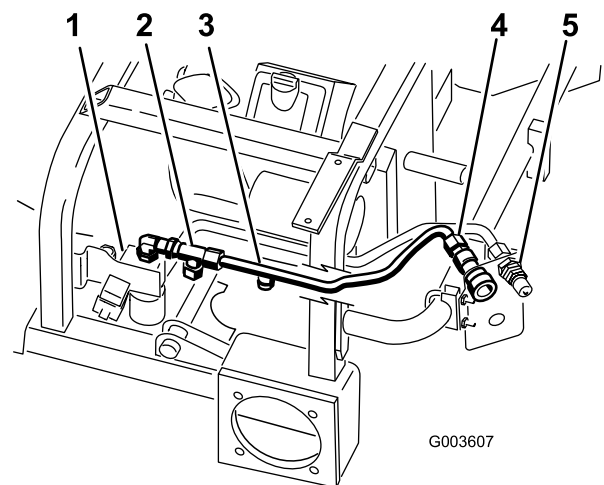

Figura 16
- Posicione el tubo hidráulico N° 2 en la máquina según se muestra en Figura 16.
- Conecte el tubo hidráulico N° 2 al acoplamiento en T que está conectado al codo de 90 grados y a la parte superior de la válvula (Figura 16).
- Conecte el tubo hidráulico N° 2 al acoplamiento hembra superior (Figura 16).